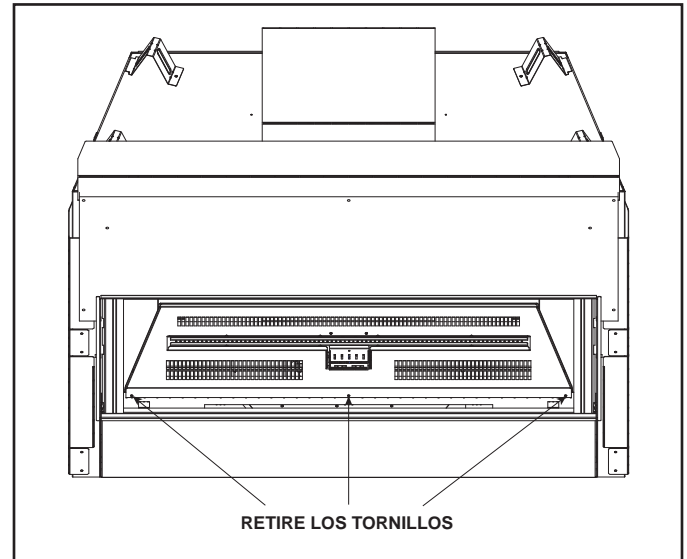

Figura 16.3 Retire la bandeja de accesorios decorativos
2. Para retirar la bandeja de accesorios decorativos, retire los 3 tornillos del frente de la misma. Consulte la Figura 16.3.